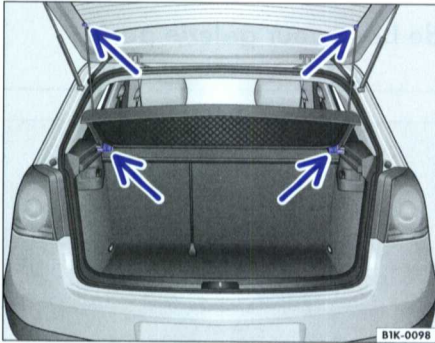

Fig. 81 Dépose et repose du couvercle
- Décrochez les ficelles de retenue du hayon ⇒ fig. 81 -flèches du haut-
- Tirez le couvercle vers l'arrière pour le faire sortir des supports latéraux ⇒ fig. 81 -flèches inférieures-.